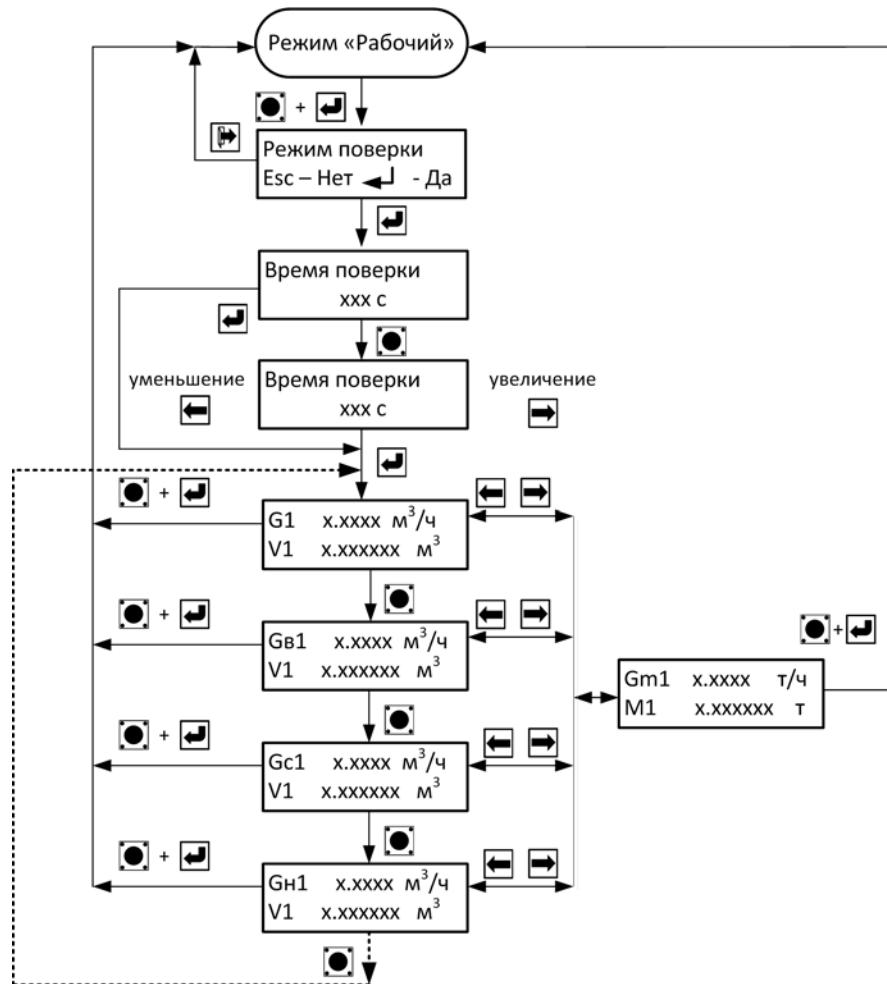

Рис. 9.1
9.2.1 Для входа в режим работы расходомера «Поверка» необходимо одновременно нажать кнопки «служебная» и «вход». Для выхода из режима поверки необходимо, находясь в любом окне режима «Поверка», одновременно нажать кнопки «служебная» и «вход». Порядок перехода между окнами режима «Поверка» изображен на рис. 9.1.